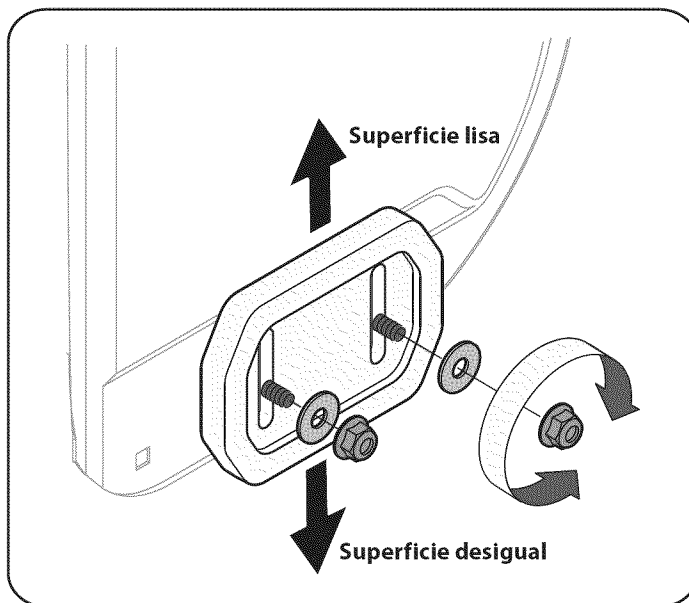

Figura 9
- Si desea quitar nieve al ras del suelo, eleve más las zapatatas antideslizantes en la caja de la barrena. Vea la figura 9.
1. Afloje las cuatros tuercas hexagonales (dos en cada lado) y los pernos del carro. Mueva las zapatas antideslizantes a la posición deseada. Vea la figura 9.